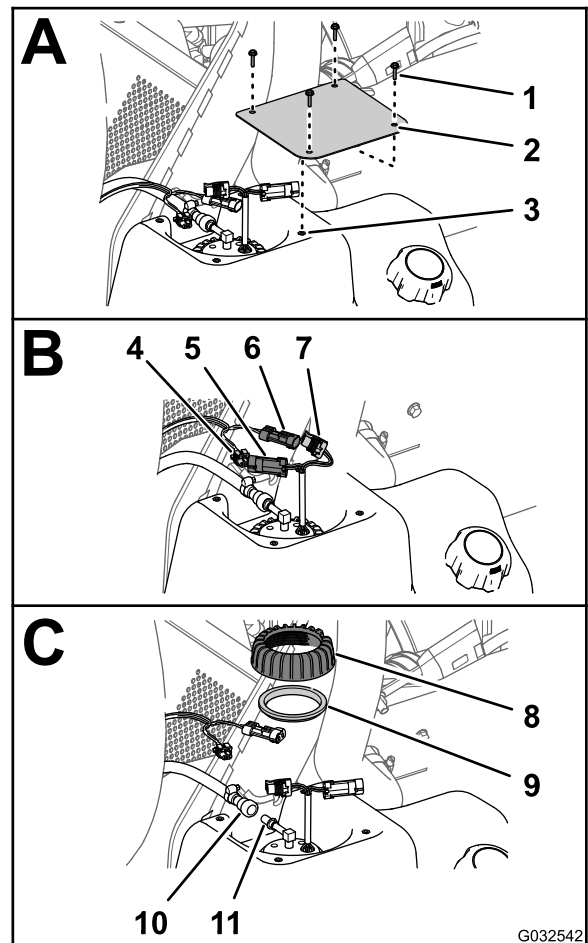

図 78
2. 燃料タンク部分で、カバーを燃料タンクに固定しているねじ#10 x 3/4" 4本を外して、カバーを取り外す 図 78。
3. 燃料ポンプ / センダーユニットの2ピンコネクタから、車両用のワイヤハーネスの2ソケットコネクタを外し燃料ポンプ / センダーユニットの2ソケットコネクタから、車両用のワイヤハーネスの2ピンコネクタを外す 図 78。
4. 燃料ホースカップラの固定スリーブを燃料ポンプ / センダーユニットのフィッティングからずらし、フィッティングからカップリングとホースを取り外す 図 78。
5. 燃料ポンプ / センダーユニットのナットを左に回して、ナットとシールを取り外す 図 78。